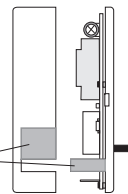

Fig. 5.i
Quitar de la base la parte extraíble para hacer pasar los conductores como indica la fig. 5.i.
- Fijar y tornillos la base en la caja empotrada (o en la pared) utilizando los pares de orificios **A-A**, **B-B**, **C-C** (fig. 5.i).